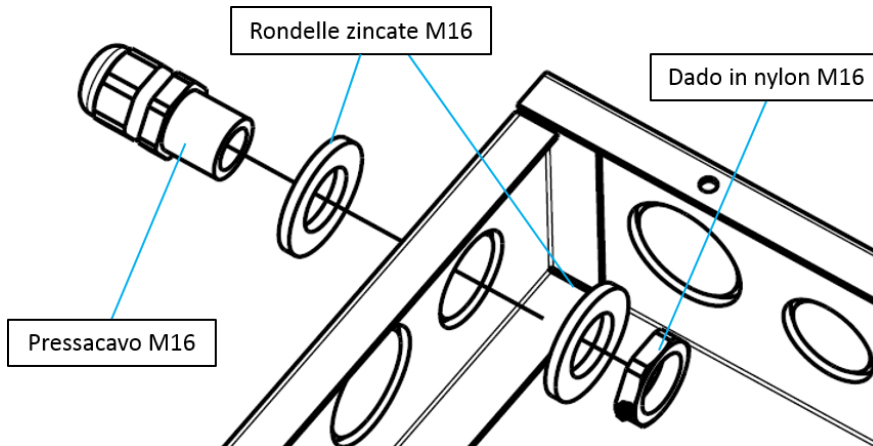

Fig. 40 Schéma d'installation du presse-étoupes
- C. Fixer le presse-étoupe sur le bornier (figure 40).